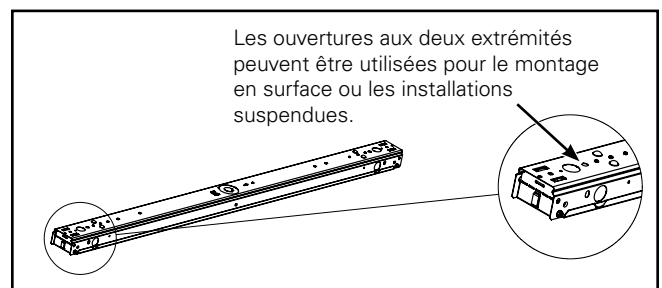

Figure 1.
1. Retirez l'assemblage du canal de la boîte, retirez le ruban entourant le protecteur du canal et installez-le sur la surface ou le plafond suspendu selon les normes (quincaillerie fournie par d'autres). (Figure 1.)